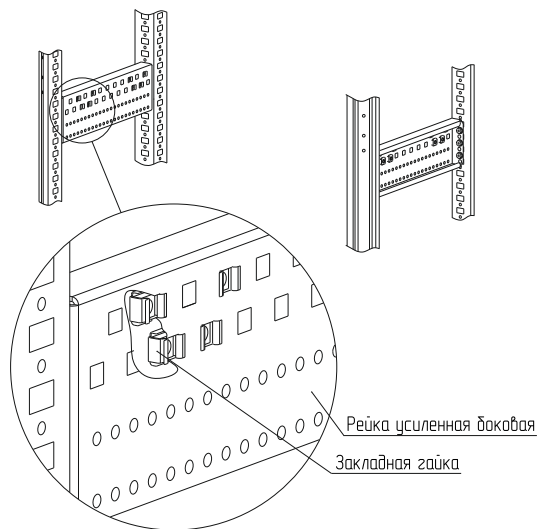

Рисунок 38
4.21.2 Установите закладные гайки в рейки боковые усиленные в соответствующие отверстия (рисунок 38).